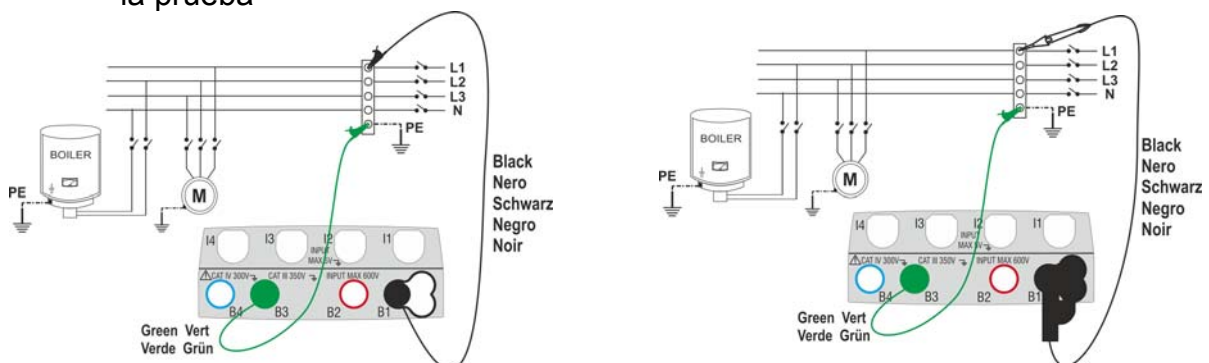

Fig. 8: Verificación del aislamiento entre fase y tierra mediante cables y punta remota
6. Conecte los cocodrilos y/o las puntas y/o la punta remota en los extremos de los conductores en examen de acuerdo con la Fig. 8 y la Fig. 9.